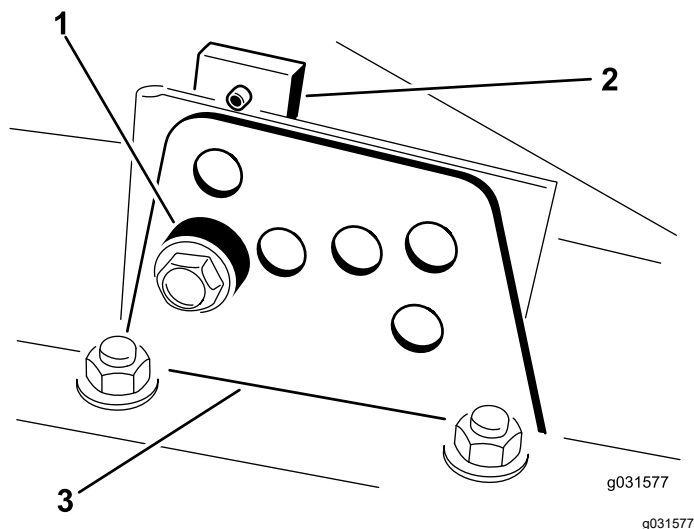

Figura 17
anteriore e laterali), come illustrato nella Figura 17.
4. Supportate l'alloggiamento e togliete il distanziale (Figura 17).